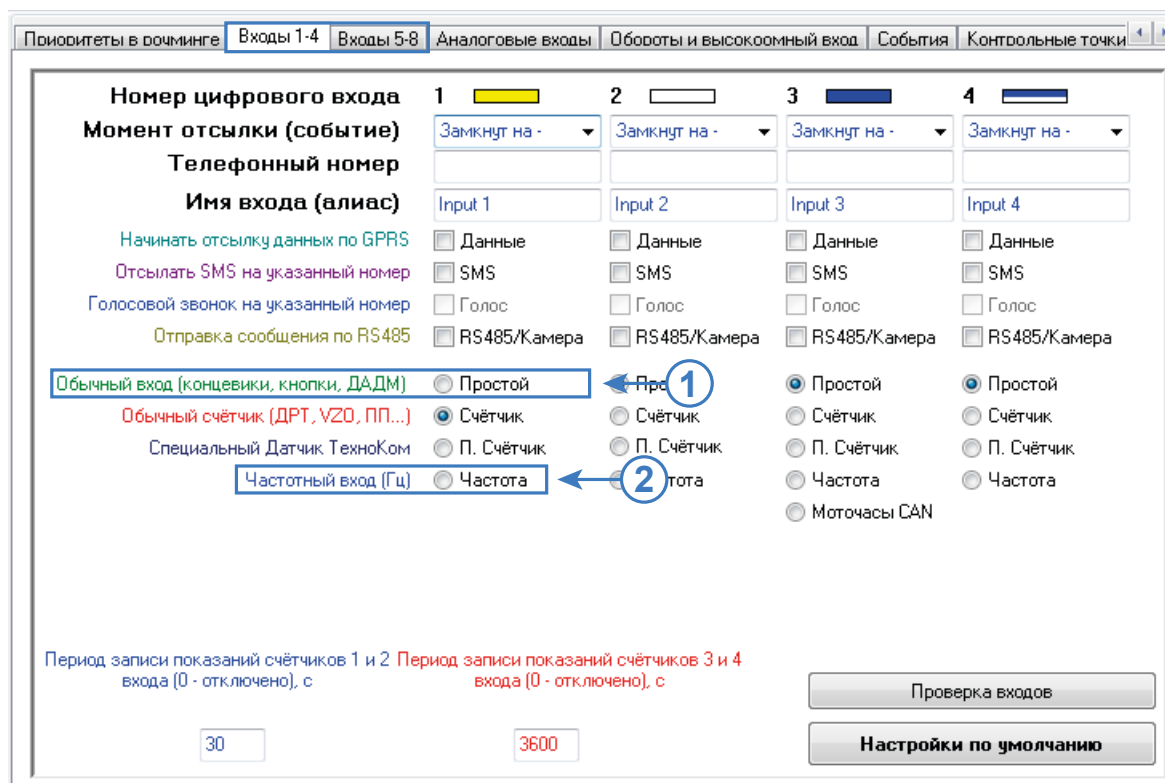

Рис.30. Пример настройки входа 1 контроллера АвтоГРАФ для подключения датчика ТКAM
2. Если выход датчика настроен в один из дискретных режимов – Гистерезис 1 или 2, Ковш, Отвал, Температура или Вибрация, то настройте режим «**Простой**» для входа контроллера, к которому подключен выход датчика (Рис.30, п.1).
3. Если выход датчика настроен в частотный режим (только Выход 2), то выберите режим «**Частота**» для цифрового входа контроллера, к которому подключен частотный выход датчика (Рис.30, п.2).